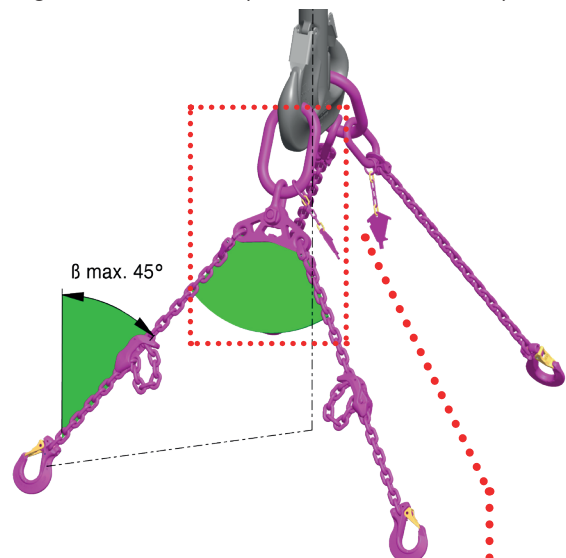

Abb. 19: Max. Neigungswinkel $\beta = 45^\circ$
- Achten Sie darauf, dass der Neigungswinkel β nicht größer als 45° ist (siehe Abb. 19 und 20).